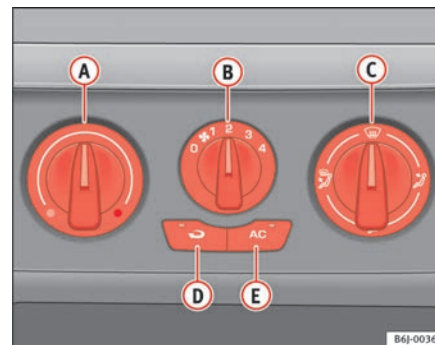

Fig. 90 Comandos do Ar Condicionado no painel de instrumentos
- Desligue o ar condicionado com o botão ⇒ fig. 90  (apaga-se o aviso luminoso do botão).
No modo de recirculação do ar **página 129, fig. 90** (acende-se um aviso no botão) evita-se a entrada de cheiros fortes no habitáculo, como os que são frequentes por exemplo na travessia de um túnel ou num engarrafamento.